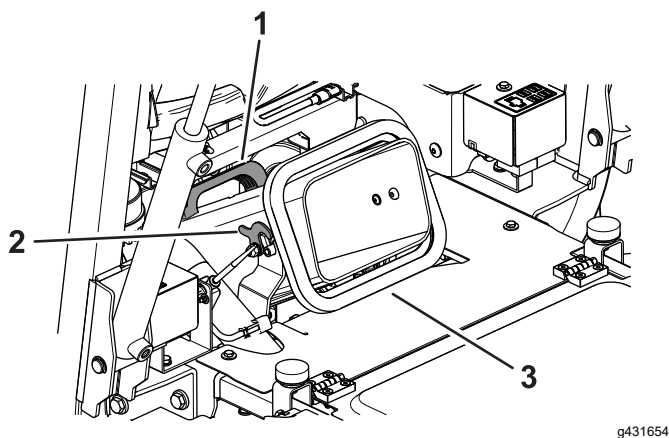

Figura 27
6. Sbloccate la guida di scarico (Figura 27).
7. Utilizzando la maniglia sulla guida di scarico, rimuovete la guida e pulitela insieme all'apertura dell'apparato di taglio (**Figura 27**).
8. Montate la guida di scarico e fissatela con i fermi (**Figura 27**).